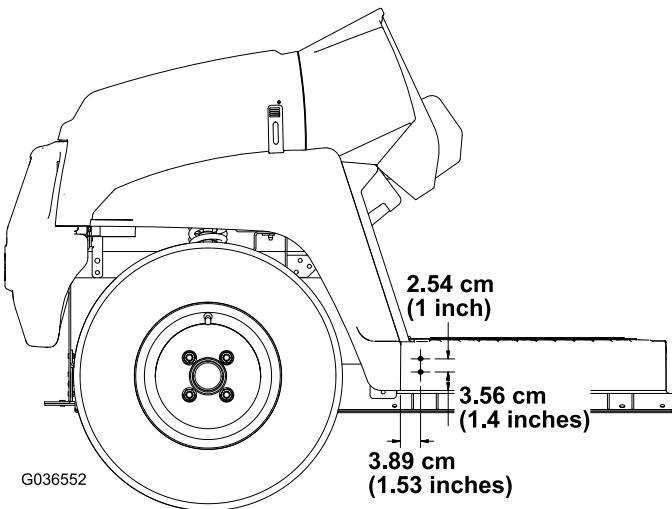

Figura 3
- 2. Utilizando as dimensões indicadas na Figura 3, faça dois furos (5/16") no exterior da placa do piso nos lados esquerdo e direito da máquina.